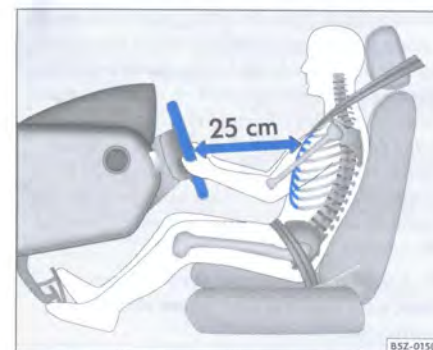

Fig. 1 La distancia entre el conductor y el volante debe ser, COMO MÍNIMO, 25 cm
- Regule el asiento en el sentido longitudinal, de tal forma que la distancia entre el volante y el tórax sea como mínimo, 25 cm ⇒ fig. 1 permitiendo que los pedales del acelerador, del freno y del embrague sean pisados hasta el fondo, con las piernas ligeramente flexionadas ⇒ ⚠.
- Coloque el respaldo del asiento en una posición de tal forma que la espalda quede totalmente apoyada en él mismo, respetando la distancia mínima conforme ⇒ página 5, fig. 1.
- Ajuste el asiento del conductor de tal forma que asegure una distancia mínima de 25 cm entre el tórax y el centro del volante ⇒ página 5, fig. 1. Si esta distancia es inferior a 25 cm, el sistema de airbag no podrá protegerlo convenientemente.